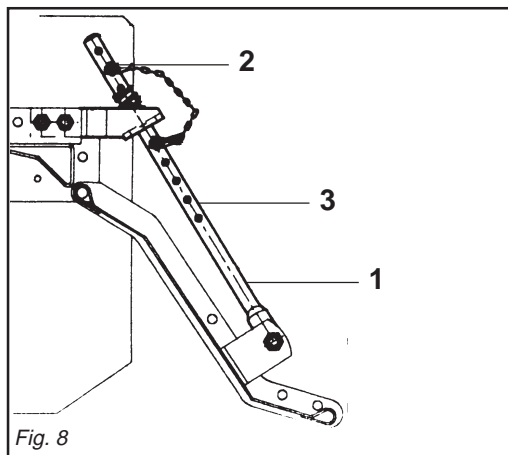

Fig. 8
- 6 - Il martinetto a molla (1 Fig. 8) oltre a sostenere la lamiera livellatrice ed ammortizzarla nel trasporto su strada, serve a evitare il ribaltamento della zappatrice durante il parcheggio.
- 6 - *Besides supporting the levelling plate and acting as a shock absorber for it during road transport, the spring ram (1 Fig. 8) prevents the steerage hoe*
- 6- Die Federwinde (1 Abb. 8) trägt nicht nur das Planierschild und dient beim Straßen-transport zur Dämpfung von Stößen, sondern sie soll auch verhindern, daß die
- 6 - *Le vérin à ressort (1 Fig. 8) sert de soutien à la tôle de nivellement et de suspension pendant le transport sur route, pour éviter le basculement du cultivateur lors du stationnement. L'effet de la tôle de nivellement sur le terrain peut être augmenté ou diminué*
- 6 - El gato de resorte (1 Fig. 8), además de sostener la chapa de nivelación y protegerla durante el transporte en carretera, sirve para evitar el vuelco
A seconda della posizione, determinata dalla copiglia (2 Fig. 8) sui vari fori posti nel tubo del martinetto (3 Fig. 8) si riesce ad aumentare o diminuire l'effetto della lamiera livellante sul terreno.
from overturning when parking. The effect of the levelling plate on the soil can be increased or decreased depending on the position, established by the split pin (2 Fig. 8) in the various holes in the ram tube (3 Fig. 8).
Hackfräse während des Parkens umkippt. Je nach der Position, die durch den Splint (2 Abb. 8) in den verschiedenen Löchern des Windenrohres (3 Abb. 8) festgelegt wird, kann die Wirkung des Planierschildes auf den Boden erhöht oder verringert werden.
en changeant la position de la goupille (2 Fig. 8) dans les différents trous du tube du vérin (3 Fig. 8).
de la binadora durante el estacionamiento. De acuerdo a la posición, determinada por el pasador (2 Fig. 8) en los diversos orificios del tubo del gato (3 Fig. 8) se logra aumentar o disminuir el efecto de la chapa de nivelación sobre el terreno.